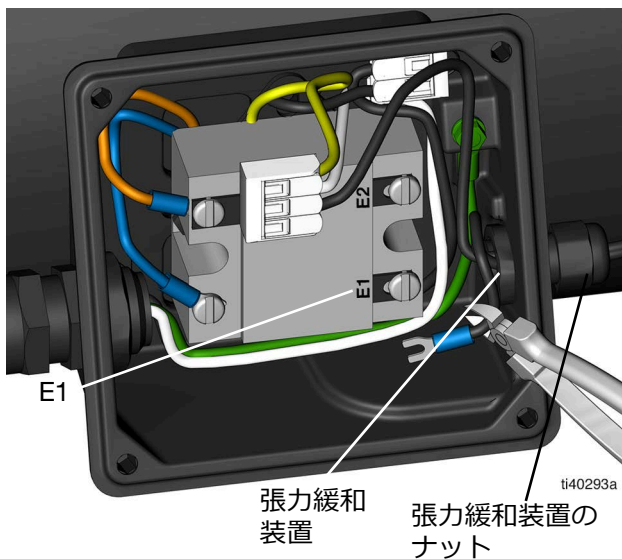

図 16
8. ドライバーを使用して、圧カスイッチワイヤーをE1から取り外します。黄色と白のケーブルが含まれるコネクタから、もう一方の圧カスイッチのワイヤーを抜きます (図 16)。
9. 圧カスイッチワイヤー (図 16) をフォークコネクタで切断します。
10. 張力緩和装置のナットを緩めます (図 16)。
11. 圧カスイッチのワイヤーを張力緩和装置を通して端子箱から引き抜きます (図 16)。